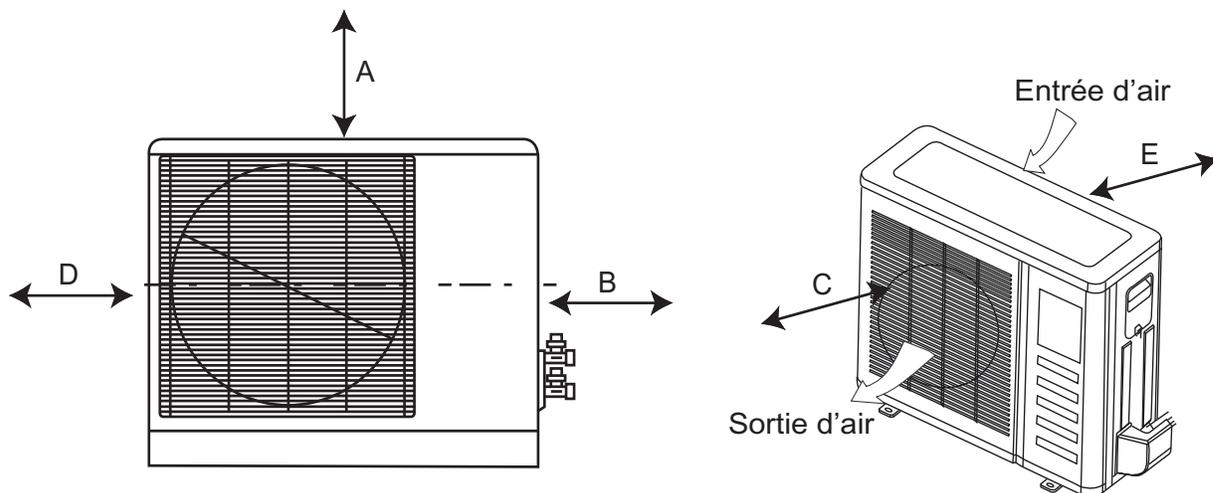

Fig. 6 – Dégagements
Prévoyez suffisamment d'espace pour le débit d'air et l'entretien de l'appareil. Voir Fig. 6 – à la page 9 pour les distances minimales requises entre l'appareil et les murs ou les plafonds.
- Emplacement offrant les dégagements appropriés, comme indiqué (Voir Fig. 6 – à la page 9).